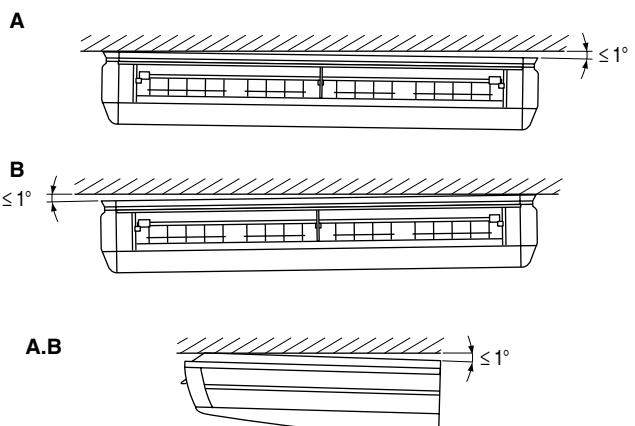

Рис. 11
- 5) При подвешивании основного корпуса комнатного блока обязательно воспользуйтесь ватерпасом или заполненной водой виниловой трубкой для контроля расположения дренажного трубопровода строго по горизонтали либо с небольшим наклоном для обеспечения соответствующего дренажа. (**См. рис. 11**)